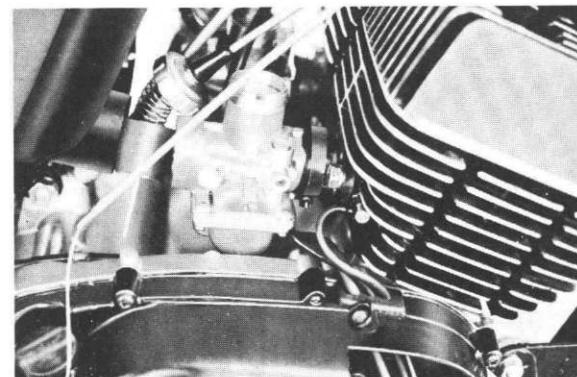

Fig. 4-1-20
18. Remove the throttle valves from the carburetors. (Fig. 4-1-20)
18. Retirez les valves de commande des gaz des carburateurs. (Fig. 4-1-20)
18. Reglerventile von den Vergasern demontieren. (Abb. 4-1-20)